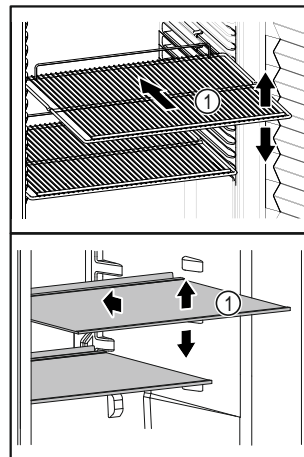

Fig. 53 Beispielfhafte Darstellung
- ☐ Wenn Ablageflächen Fig. 53 (1) versetzbar sind, Ablageflächen je nach Höhe anpassen.